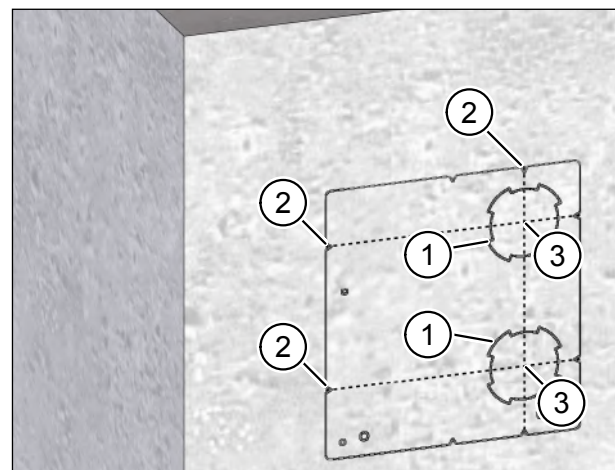

Abb. 10: Markierungen an der Innenwand
- ▶ Markieren Sie die Umrisslinie (Pos. 1 in Abb. 10) der gestanzten Konturen in der Bohrschablone für die Kernlochbohrungen an der Innenwand.
- ▶ Markieren Sie die sechs Kerben (Pos. 2 in Abb. 10) in der Bohrschablone an der Innenwand.
- ▶ Erstellen Sie die Fadenkreuze (Pos. 3 in Abb. 10) für die Kernlochbohrungen mit Hilfe der sechs angezeichneten Kerben.
- ▶ Kontrollieren Sie die Markierungen für die Kernlochbohrungen anhand Abb. 10.